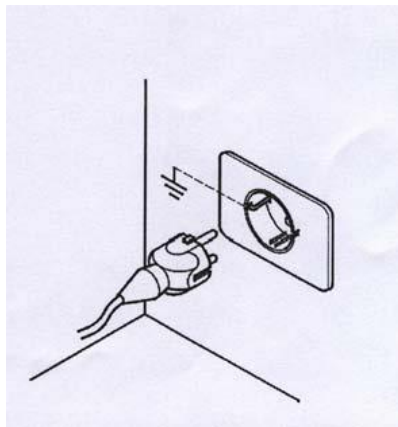

Figura 12: Conectarea la priză
- Conectați soba la o priză cu împământare. Figura 12.